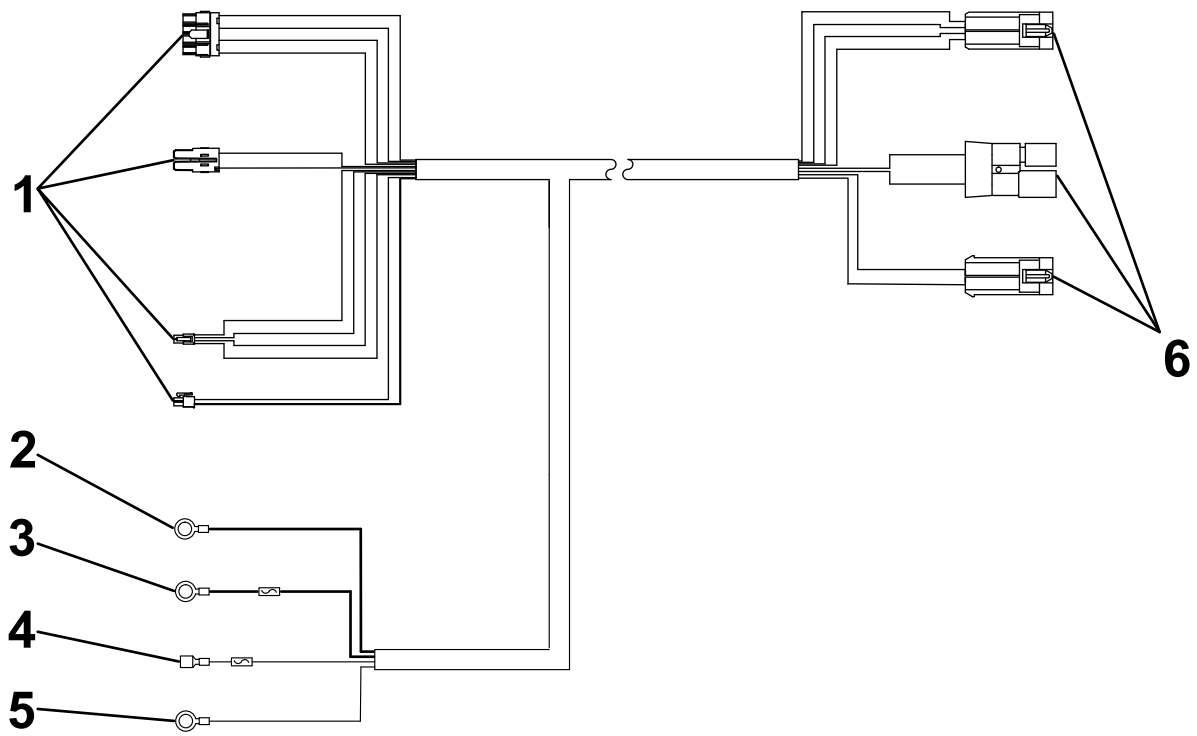

Bild 3
1. Befestigen Sie den streuerseitigen Anschlüsse des Kabelstrangs (Bild 3) mit einem Kabelbinder an der linken Seite der hinteren Stoßstange des Fahrzeugs.
4. Verbinden Sie den schwarzen Ringanschluss im Motorraum mit dem Minuspol (-) der Batterie (Bild 3).
5. Verbinden Sie den roten Ringanschluss im Motorraum mit dem Pluspol (+) der Batterie (Bild 3).
6. Schließen Sie den roten Flachstecker an der Stromversorgung des Zündschalters des Fahrzeugs an (Bild 3).
7. Schließen Sie das Erdungskabel am Minuspol (-) der Batterie oder am Fahrzeugrahmen an (Bild 3).